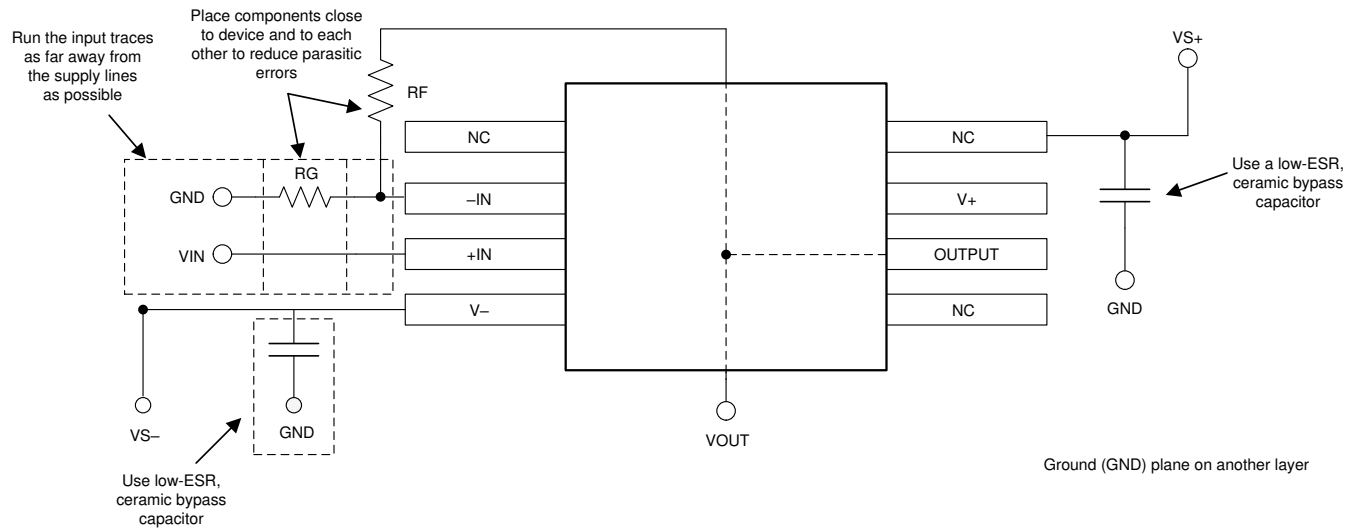

図 10-2. 非反転構成のオペアンプ基板のレイアウト
- 外付け部品は、可能な限りデバイスに近く配置します。図 10-2 に示すように、RF と RG を反転入力に近づけて配置すると、寄生容量が最小化されます。